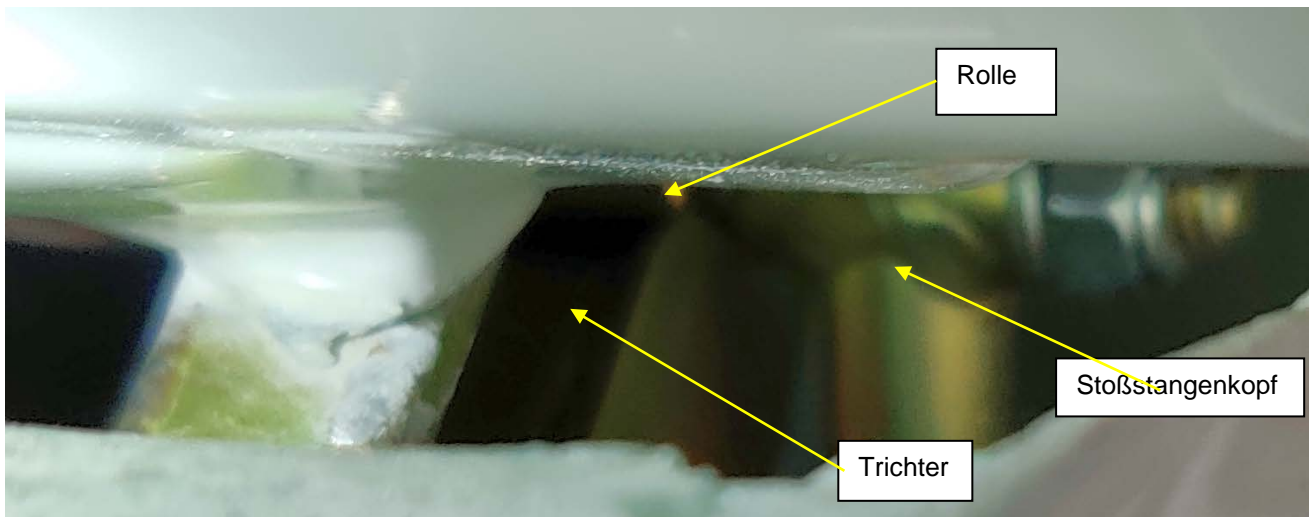

Abbildung 2, Blick von hinten in die Aussparung rechts vor dem Seitenruder
- 2.5 Das Höhenleitwerk montieren und beim Zurückschieben darauf achten, dass keine größere Kraft aufgewendet werden muss. Durch Anheben des Höhenruders an der Endkante und Blick von hinten in die Aussparung rechts vor dem Seitenrudder kontrollieren, ob die Rolle sich ganz im Trichter nach vorne bewegt hat, siehe auch Abbildung 2 am Ende der TM. Höhenruderausschläge überprüfen und falls nötig korrigieren.